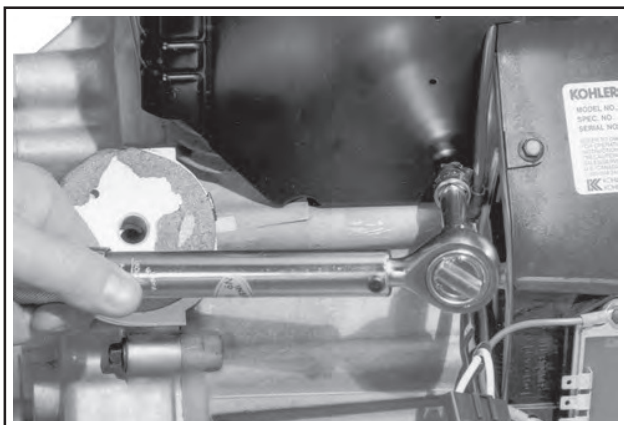
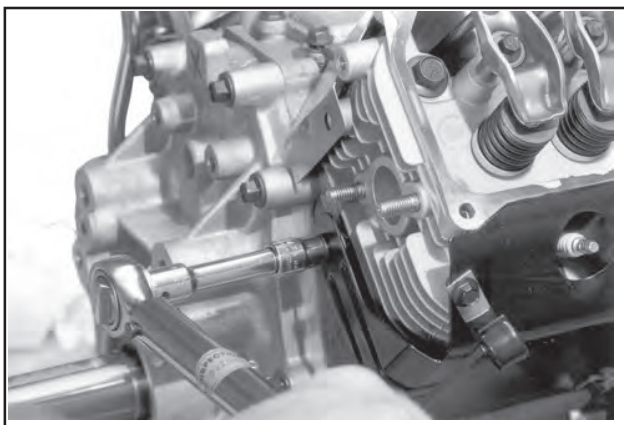

Abbildung 11-65. Die kurzen Schrauben auf das vorgegebene Anzugsmoment anziehen.
Abbildung 11-66. Die Befestigungsschrauben des Blechs anziehen.
5. Alle Befestigungen der Kühlabdeckungen anziehen. Die Schrauben des Lüftergehäuses auf **6,2 N·m (55 Zoll lb)** in neuen Bohrungen oder auf **4,0 N·m (35 Zoll lb)** in benutzten Bohrungen anziehen. Die kürzeren Schrauben M5 Blechseite auf **4,0 N·m (35 Zoll lb)** anziehen. Siehe Abbildung 11-65. Die oberen Schrauben M5 Blechseite (im Zylinderkopf) auf **6,2 N·m (55 Zoll lb)** in neuen Bohrungen oder auf **4,0 N·m (35 Zoll lb)** in benutzten Bohrungen anziehen. Die hinteren Montageschrauben M6 der Bleche auf **10,7 N·m (95 Zoll lb)** in neuen Bohrungen oder auf **7,3 N·m (65 Zoll lb)** in benutzten Bohrungen anziehen. Siehe Abbildung 11-66.